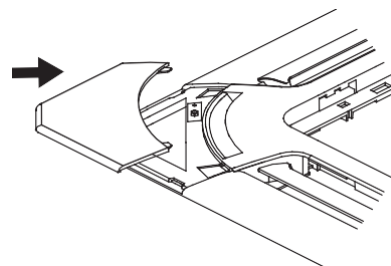

Fig. 10.6
- Fixez les capots d'installation aux quatre coins en les poussant vers l'intérieur (voir Fig. 10.6).